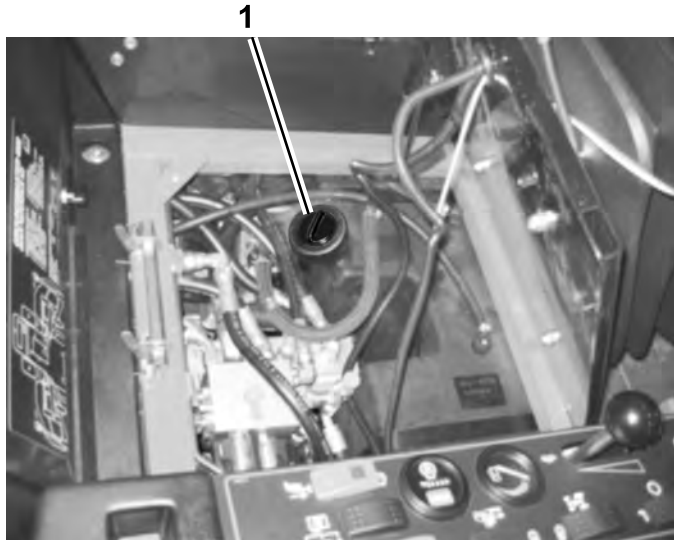

Figura 9
3. Limpe a zona em redor do tubo de enchimento e da tampa do depósito hidráulico (Figura 9). Retire a tampa do tubo de enchimento.